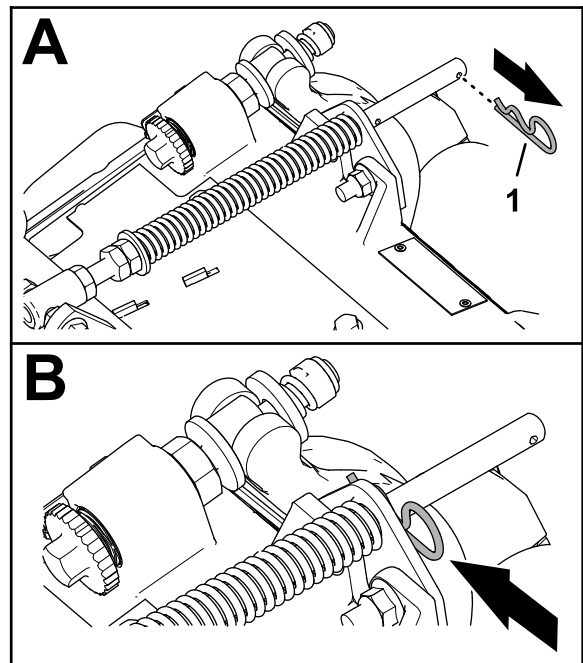

Figure 7
1. Si la goupille fendue est placée dans le trou arrière de la tige du ressort de compensation, retirez-la et insérez-la dans le trou près du support (Figure 7).